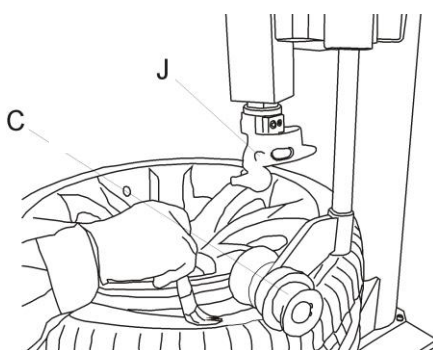

Fig 23
1. Appuyez sur le pneu avec le rouleau de pression droit C, G à une position inférieure de 3 cm au bord de la jante, lubrifiez le talon du pneu, tournez le plateau tournant, soulevez le rouleau C, G. (Fig 23)